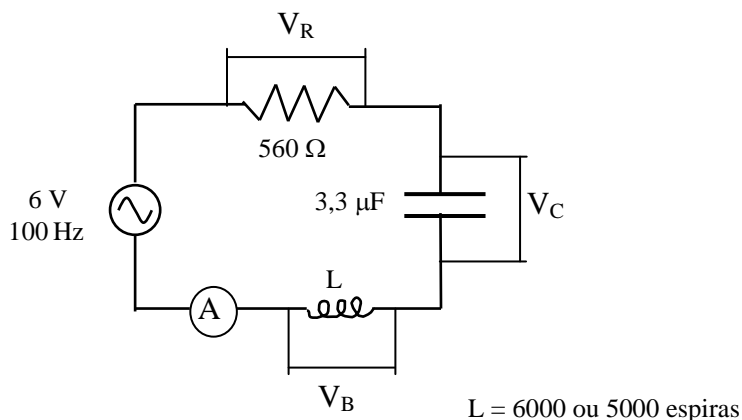

Figura 11.9
1. Monte o circuito da figura 11.9.